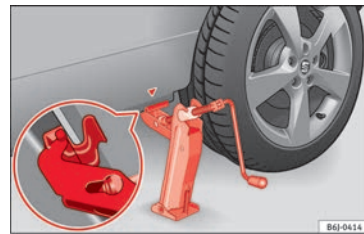

Bild 67 Montera domkraft.
- Justera domkraften så att dess arm sitter runt ribban under dörrtröskeln och domkraftens rörliga basplatta står plant på marken **» bild 67.**